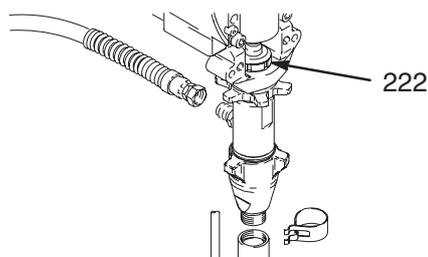

Fig. 11
1. Lave la bomba. Libere la presión. Fig. 11. Haga funcionar la bomba con el vástago del pistón (222) en su posición más baja.
2. Fig. 11. Retire el tubo de aspiración y la manguera.